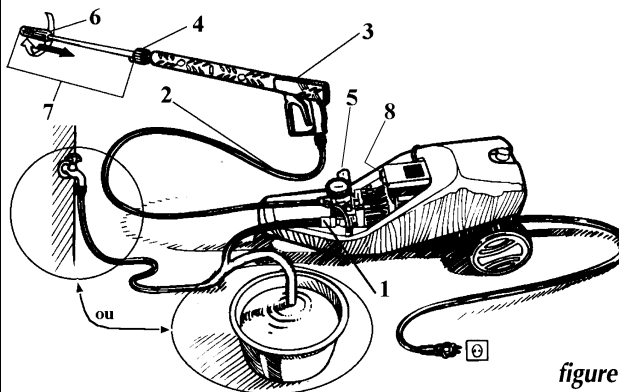

figure 1
2. Visser le flexible haute pression sur le corps de pompe (n°2, fig1).
3. Visser l'extrémité du flexible sur le pistolet multifonction (n°3, fig1).
4. Visser la lance à l'aide de la molette (n°4, fig1) sur le pistolet multifonction (n°3, fig1). L'eau doit s'écouler abondamment en appuyant sur la gâchette.
- Pour obtenir la position haute pression (de 30 à 150 bars): tirer la buse Variojet (n°6, fig.1) vers vous.
- Pour obtenir la position basse pression (inférieur à 30 bars): pousser la buse Variojet (n°6, fig.1) vers l'avant.
1. Régler la pression désirée au moyen de la poignée noire (n°5, fig.1).
2. Régler la forme du jet au moyen de la buse Variojet (n°6, fig.1) en tournant celle-ci vers la droite (jet large) ou vers la gauche (jet fin).
Lance (n°7, fig.1)
Flexible haute pression (n°2, fig.1)
- Vous assurer que la buse Variojet (n°6, fig.1) est bien en position haute pression.
- Dévisser et revisser la poignée de réglage de pression (n°5, fig.1), pour atteindre la pression de service (150 bars). Si vous n'obtenez que 110/120 bars, la buse interne (n°32, fig.4) de pression est usée, il faut donc la remplacer.